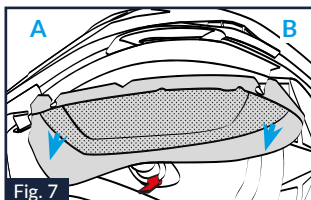

Fig. 7
5.5. Die Bügel «A» und «B» von dem Polster der linken Wangenpolsterung nach oben ziehen, um sie von den entsprechenden Kupplungen zwischen der Außenschale und der Polystyrol-Wangenpolsterung zu lösen (Abb. 7).
«B» an der entsprechenden Kupplung zwischen der Außenschale und Polystyrol-Wangenpolsterung einsetzen, indem sie angedrückt wird bis sie haftet (Abb. 7).
12.7. Den vorderen Bügel «A» an der entsprechenden Kupplung zwischen der Außenschale und Polystyrol-Wangenpolsterung einsetzen, indem er angedrückt wird und anhaftet (Abb. 7). Schließlich den vorderen roten Riemen gegen die Innenfläche vom Kinn teil positionieren.